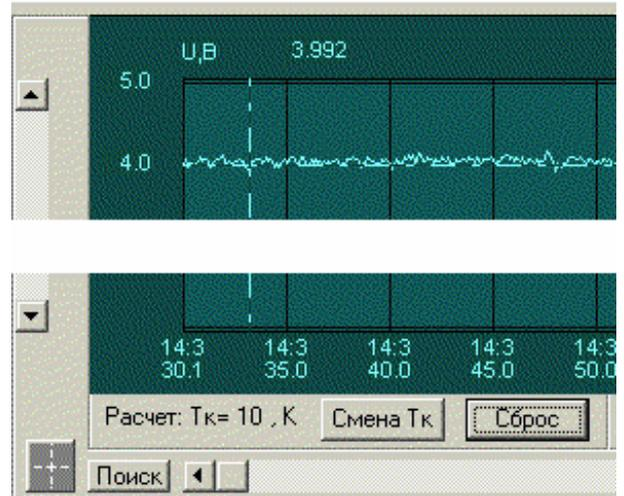

Рис. 2-о
11. Рис. 2-п – управление масштабom по вертикальной шкале.